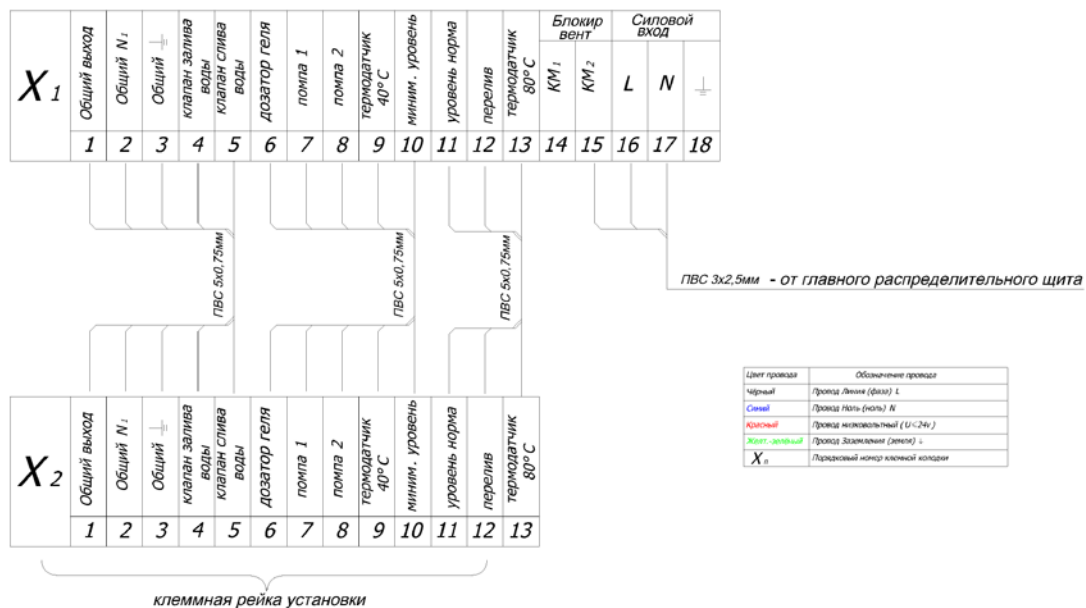

Рис. 12. Межблочная схема Гидрофилтра «Safe Fire»
- 1.5. Подключить Щит Автоматики и управления (ЩА) к Гидрофильтру «Ятаган» с помощью электросоединительного кабеля, согласно схеме подключения (см. рис. 12).